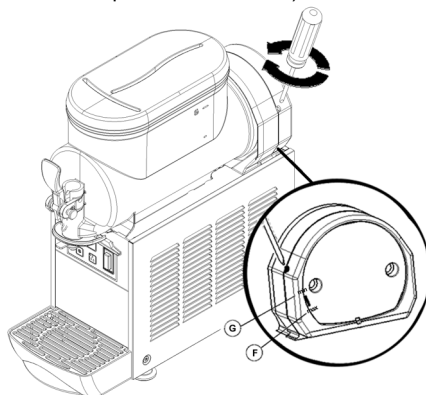

figura 2
- 2 Selezionare, per ogni contenitore, tramite i tasti (C) e (D) la modalità di funzionamento desiderata:
- Tasto (C) se si desidera raffreddare il prodotto senza ghiacciarlo
- Tasto (D) se si desidera ottenere granita.
- 1 **Regolazione della densità:** la densità ottimale della granita è stata regolata in fabbrica. Volendo variare tale densità girare con un cacciavite l'apposita vite di regolazione alloggiata in ciascuna delle pareti posteriori del distributore (vedere figura 2):